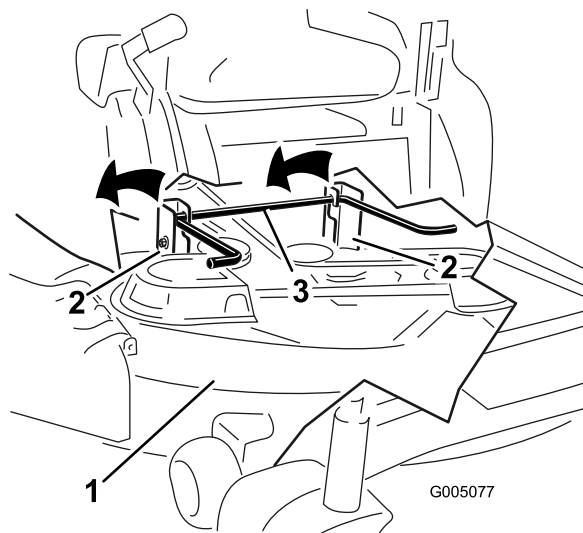

Figura 59
5. Levante a plataforma de corte e os suportes de suspensão afastando da haste de elevação traseira e baixe o cortador cuidadosamente até ao chão (Figura 59).
5. Levante a parte de trás da plataforma de corte e oriente os suportes de suspensão por cima da haste de elevação traseira (Figura 59).